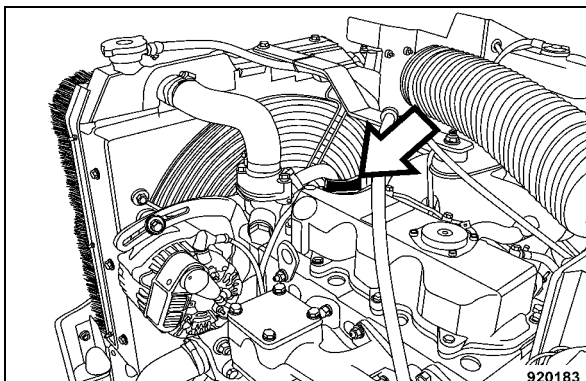

Fig. 133
- Dévisser le bouchon de remplissage (Fig. 133).